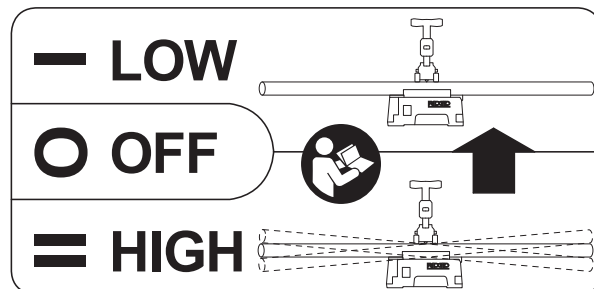

图 8 – 速度标签
7. 按图 8 所示放置脚踏开关，确保其处于正确的工作位置。
电动切管机有两个工作速度 - 低和高，见图 8。